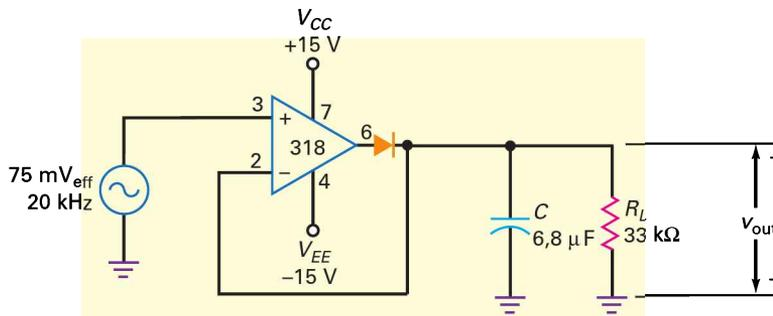

Figure 20.55
- 20.31** Quelle est la tension de sortie dans la figure 20.55 ?
- 20.32** Quelle est la fréquence la plus basse recommandée dans la figure 20.55 ?
- 20.33** On suppose que la diode de la figure 20.55 est inversée, quelle est la tension de sortie ?
- 20.34** La tension d'entrée de la figure 20.55 passe de 75 mV_{eff} à 150 mV_{eff}. Quelle est la tension de sortie ?